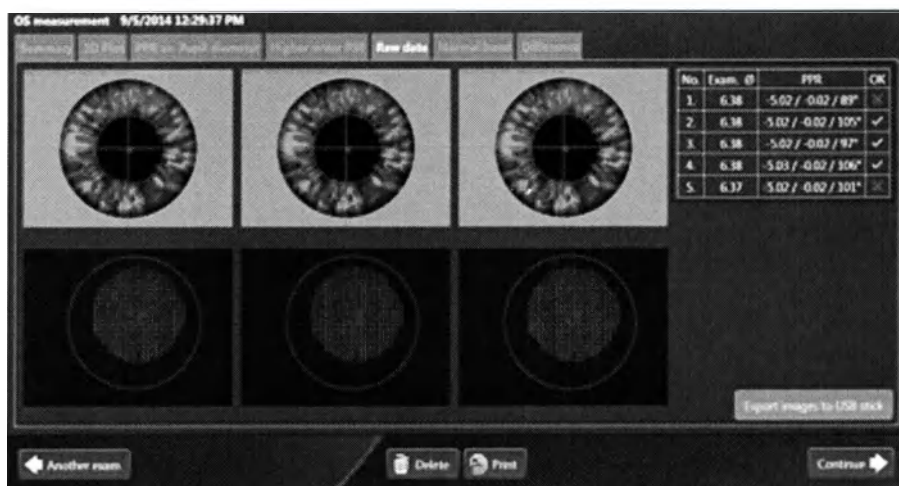

Рис. 101. Изображения зрачка и центроида.
- ⇒ На экран выводятся изображения зрачка (верхняя часть окна) и центроида (нижняя часть окна) (рис. 101).